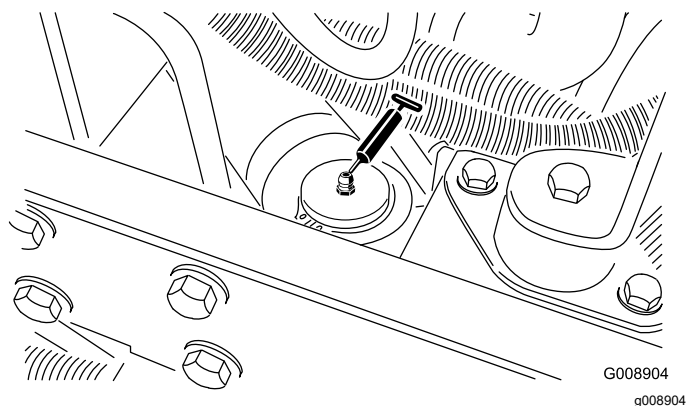

Figure 43
- Vérin de direction (Figure 43).